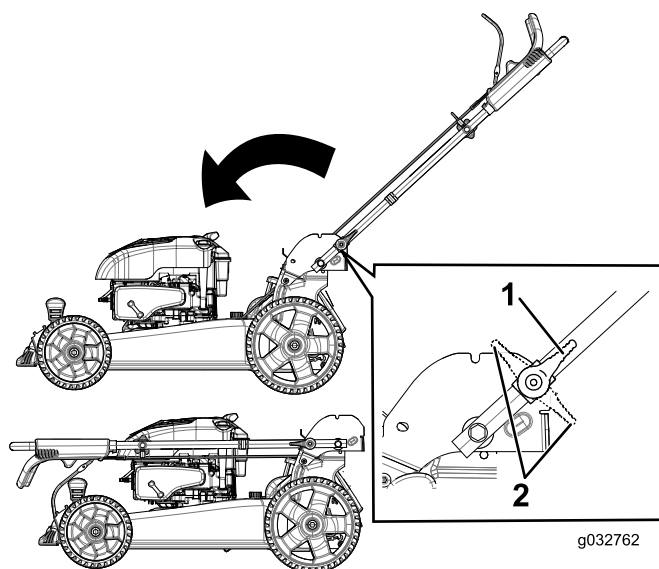

Figure 19
3. Déverrouillez le guidon (Figure 19).
4. Pliez le guidon complètement en avant (Figure 19).